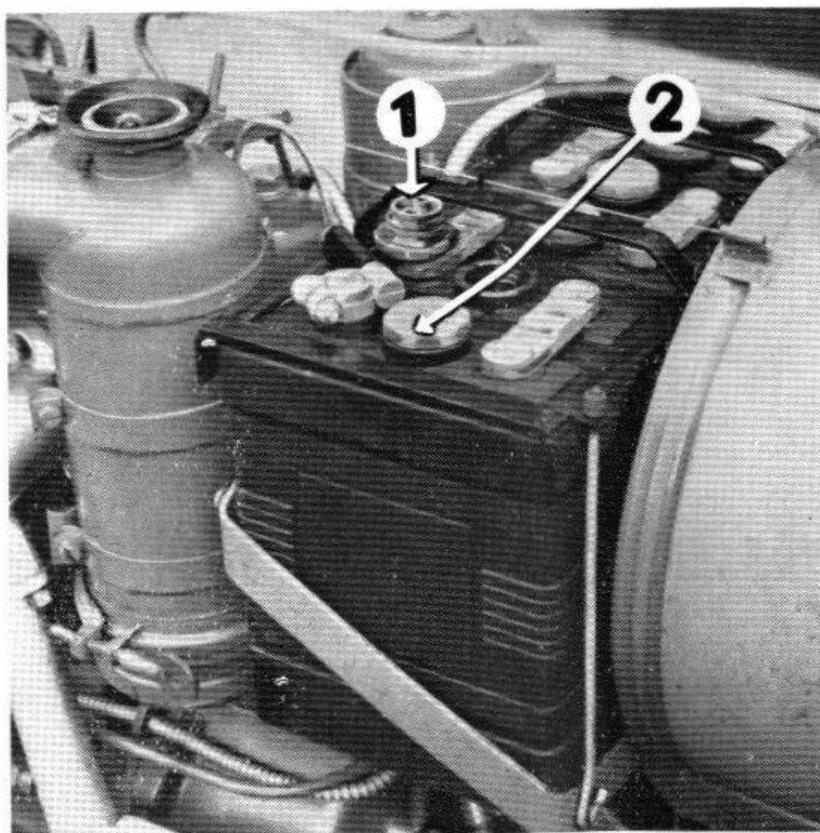

Fig. 40
- 1o dévisser les six bouchons de remplissage (1, fig. 40) ;
- 3o revisser les bouchons de remplissage après vous être assuré que leurs orifices ne sont pas obstrués (2, fig. 40) ;